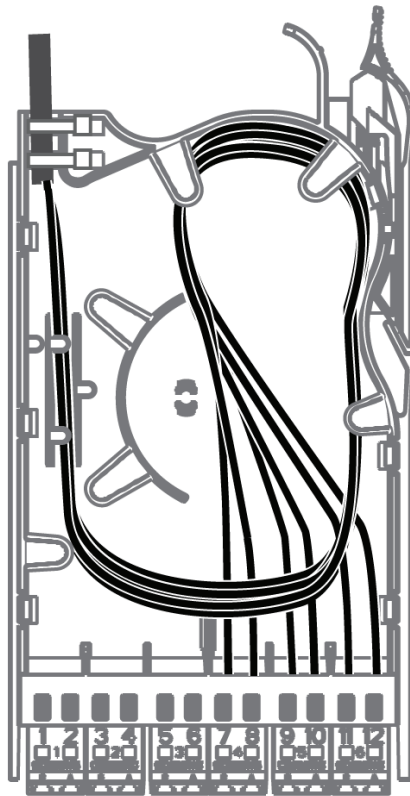

Abb.16 / Fig.16
4.2.4 Bei Adapter 12 beginnend sechs Stecker in die Adapter 7 bis 12 einsetzen und die Fasern wie in Abbildung 16 gezeigt durchführen.
4.2.4 Beginning with adapter 12, mate six connectors into adapters 7 through 12 and route the fibres as shown in Figure 16.